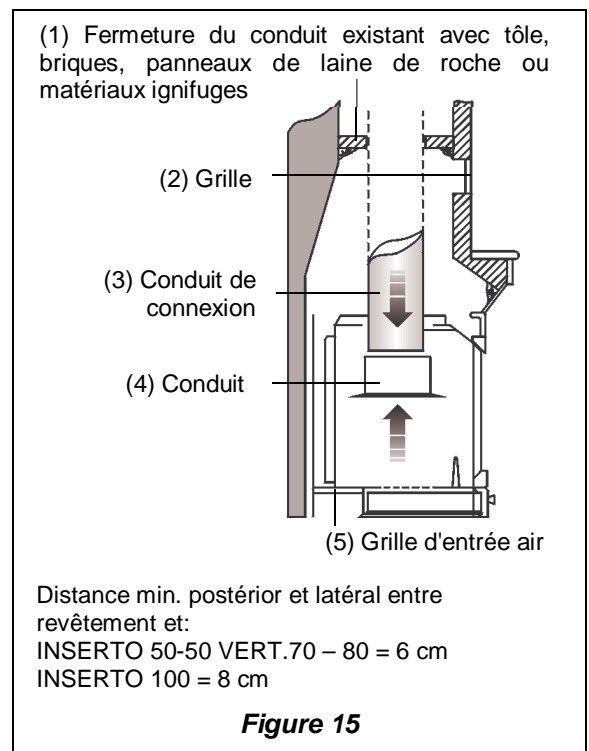

Figure 15
- laisser toujours le **minimum** de vide d'air indiqué entre l'insert et les parois, selon les différents modèles (v Figure 15 - Figure 16)
**IMPORTANT: Avec l'emploi de tuyaux métalliques il est indispensable qu'ils soient isolés avec matériaux appropriés (revêtements en fibre isolante) dans le but d'éviter détériorations des maçonneries ou de la contre-hotte (v. Figure 15).**